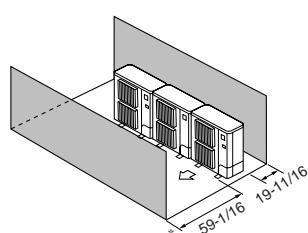

Fig. 2-11
④ Obstáculos sólo en la parte delantera y trasera (Fig. 2-11)